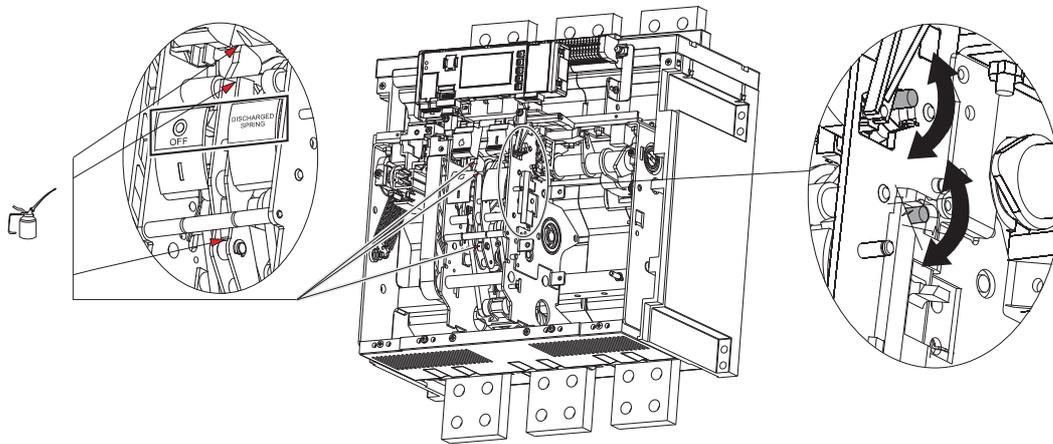

Abb. 21
- Die in Abbildung 21 gezeigten Stellen reinigen. Bei starken Ablagerungen kann man einen Verdünnner vom Typ Henkel 273471 oder ein gleichwertiges Produkt verwenden.
- An den Stellen, die in der Abbildung 21 gezeigt sind, die Schäfte und Haken zum Öffnen und Schließen mit Fett MOBILGREASE 28 (EXXON MOBIL) schmieren.